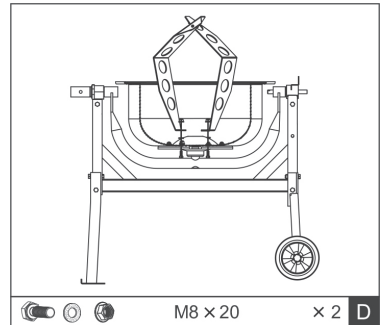

Abb.8
5. Montieren Sie die Mischschaufeln. Setzen Sie hierfür die Mischschaufeln auf den Boden der Trommel und montieren Sie sie mit Hilfe von zwei M8x16 Schrauben und Muttern. Verwenden Sie jeweils zwischen Trommelboden und Schaufeln eine Lederscheibe. Ziehen Sie die Schrauben nur leicht fest (D), Abb.8.